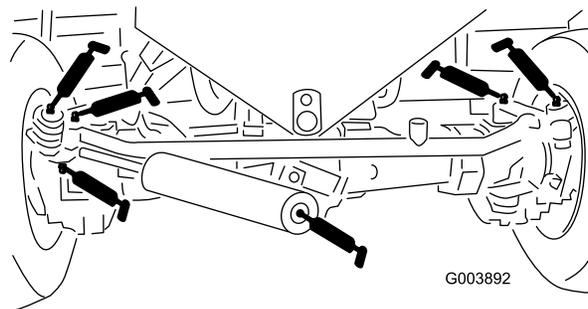

Figure 45
- 2 graisseurs sur la biellette de pont arrière (Figure 45)
- 2 graisseurs de rotules de vérin de direction (Figure 45)
- 2 graisseurs sur les pivots de direction d'essieu (Figure 45)
- 2 graisseurs sur le pivot de pont arrière (Figure 45)